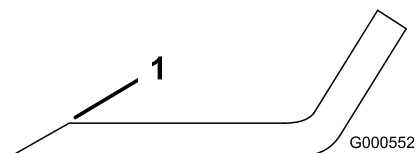

Bild 58
1. Schärfen Sie die Schnittkante an beiden Enden des Schnittmessers mit einer Feile (Bild 58).
Hinweis: Feilen Sie, wenn das Schnittmesser nicht ausgewuchtet ist, vom Flügelbereich des Messers etwas Metall ab (Bild 58).